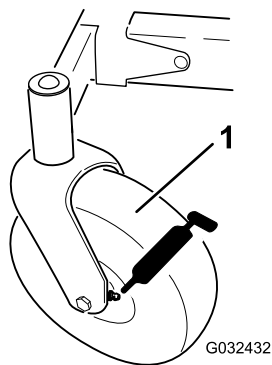
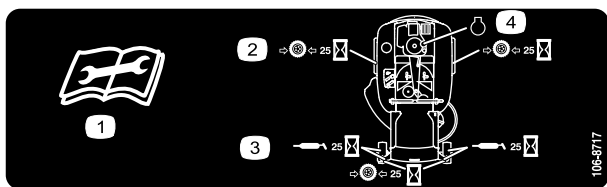

Figura 39
Figura 40
3. Pulite i raccordi d'ingrassaggio (Figura 39 e Figura 40) con un panno.
4. Collegate un ingrassatore a pressione a ciascun ingrassatore (Figura 39 e Figura 40).